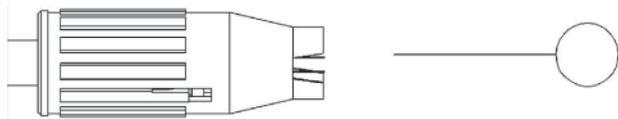

FIGURA 26
- Es importante una limpieza regular de la boquilla para aumentar la eficiencia de la hidrolavadora, de este modo, puede ser limpiada regularmente empleando una aguja (figura 26).